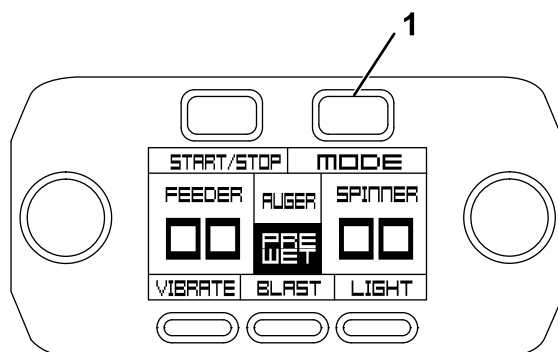

Figure 46
1. Pour désactiver le système de pré-mouillage, appuyez sur le bouton Mode sur le contrôleur (Figure 46).